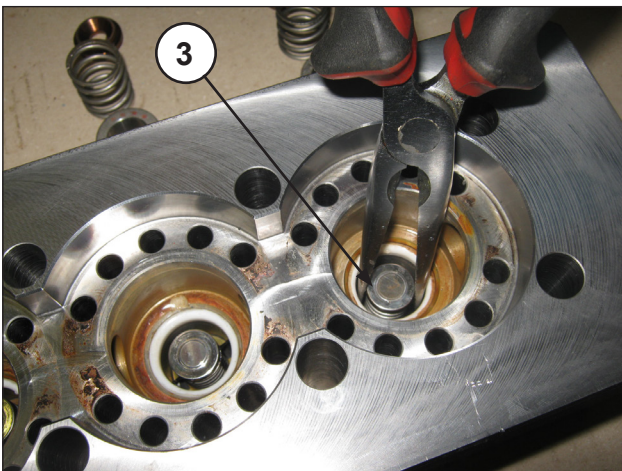
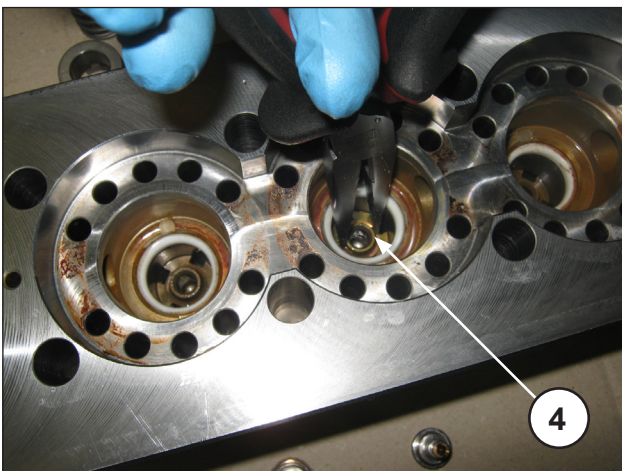

Fig. 27
Fig. 28
- Extraia as placas de fluxo ③ e as respectivas guias ④ com as relativas molas, conforme indicado nas Fig. 27 e Fig. 28, verifique o seu estado de desgaste e efetue, se necessário, eventuais substituições, e de acordo com os intervalos indicados na tabela "MANUTENÇÃO PREVENTIVA", do capítulo 11 do *Manual de uso e manutenção*.